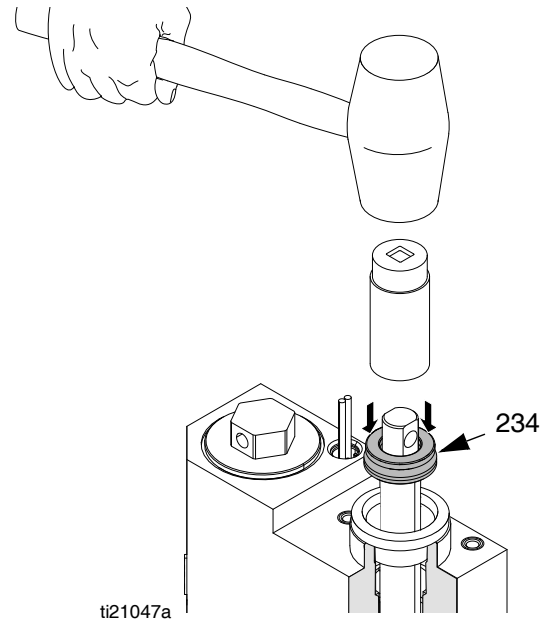

図 31
2. ピストンロッドアセンブリ (223) を溶解装置のアウトレットマニホールド (203) の上に押し込みます。
3. スロートの U カップ (234) にグリースを塗り、リップが下に向いた状態で U カップをピストンロッド (223) 上でスライドさせます。
4. 7/8 インチの深型ソケット (3/8 インチドライブ) をピストンロッド (223) 上において、ゴムハンマーを
使用して優しく叩き、スロート U カップ (234) をはめます。図 31 を参照してください。